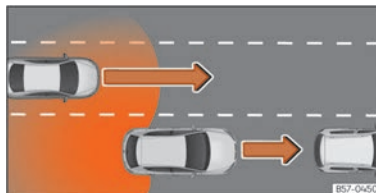

Abb. 117 Überholen mit Verkehr im hinteren Bereich.
- Bei einer Überholung durch ein anderes Fahrzeug » (Abb. 117).